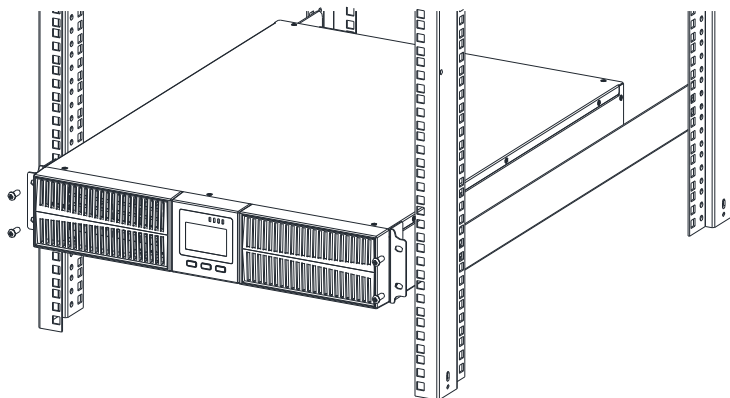

Рис.2-7 Установка ИБП
2. Установите ИБП на направляющую в стойке и полностью задвиньте его в стойку по направляющей (запрещается перемещать ИБП через кронштейны). И закрепите ИБП на стойке с помощью винтов через монтажное отверстие на кронштейне, как показано на рис. 2-7.